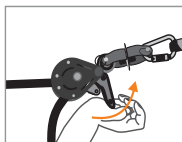

Fig. 5
Para desmontar a corda, puxe a alavanca do came (4) (Fig. 5). Solte o conjunto e volte a colocar na embalagem de origem. Não deixe a corda de salvamento instalada após uma intervenção. A corda de salvamento deverá ser instalada para, no máximo, um dia de intervenção.